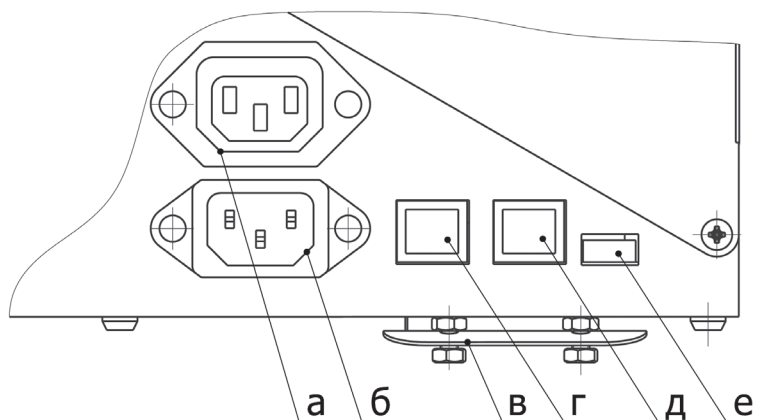

Рис. 34
5. Соедините датчик с горелкой (Рис.34) с помощью патч-корда с разъемами RG-45, входящего в комплект АПГ. В зависимости от места установки подключите разъем в соответствующее гнездо на корпусе горелки: гнездо **Д** для датчика, установленного на улице; гнездо **Г** для датчика, установленного в доме. Минимальная длина патч-корда, входящего в комплект, – 5 м. Допускается использование с горелкой патч-корда длиной до 18 м, приобретаемого отдельно.
6. Подключите электрический кабель в разъем питания шнека «а» на корпусе пеллетной горелки (Рис.34). Второй конец кабеля подключите к шнеку.